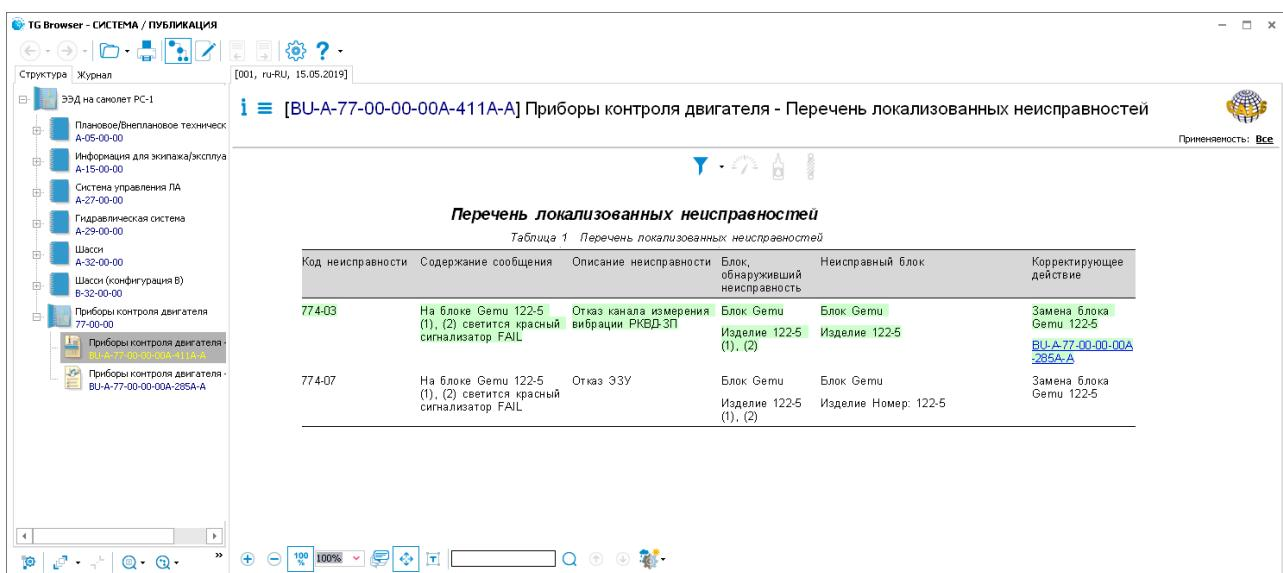

Рис. 148
2. На вкладке **Структура** выберите МД типа «Перечень локализованных неисправностей». В правом окне появится содержимое МД (Рис. 148).